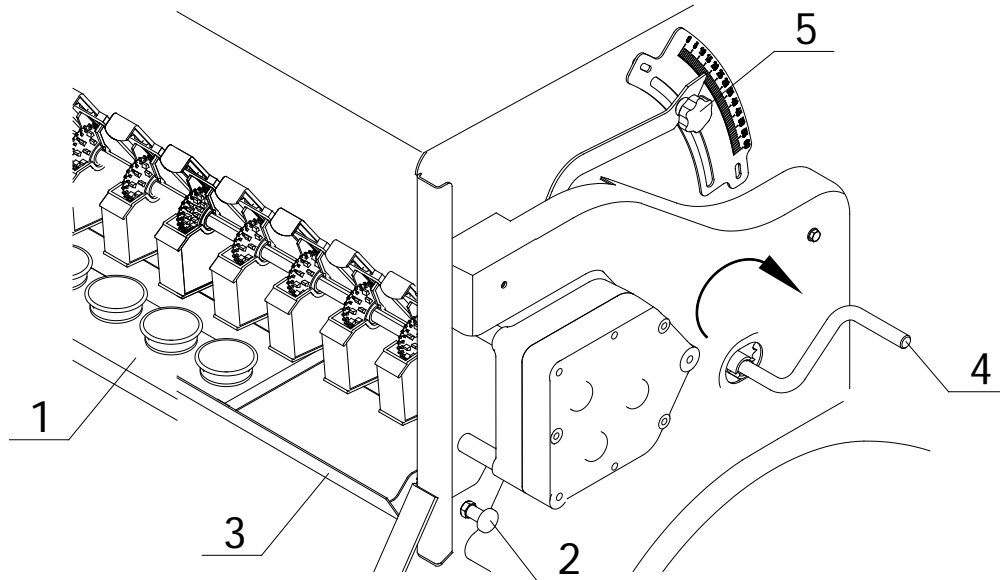

Abb.16 Einstellung des Kalibrierungstests
- Lösen Sie die Schnappverschlüsse (2) des Balkens mit den Faltenbalgen (1) (Abb.16) und schieben Sie an dieser Stelle den Kanaldeckel (3) ein, welcher als Saatgutbehälter dienen wird.
- Setzen Sie die Kurbel (4) auf die Welle und machen Sie einige Umdrehungen, damit die Säapparate mit Saatgut aufgefüllt werden.
- Wiegen Sie das ausgesäte Saatgut. Falls das Gewicht mehr oder weniger, als in der Säulentabelle angegeben ist, beträgt, ändern Sie die Position des Hebels (5) des Getriebes und wiederholen Sie den Test.